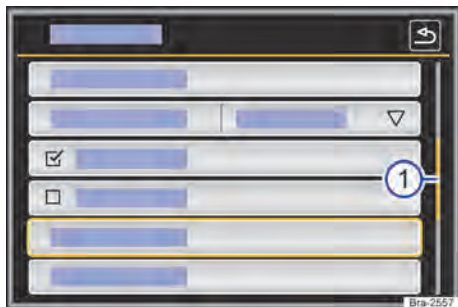

Fig. 120 Representação esquemática: entradas da lista no menu de configurações.
As entradas de lista podem ser acessadas pelo toque direto no display ou por meio do botão de rolagem → Fig. 120 ④.
Se em uma exibição de lista houver mais registros selecionáveis do que podem ser visualizados, são mostradas superfícies de função para a rolagem ou uma barra de rolagem à direita na imagem → Fig. 120 ①.